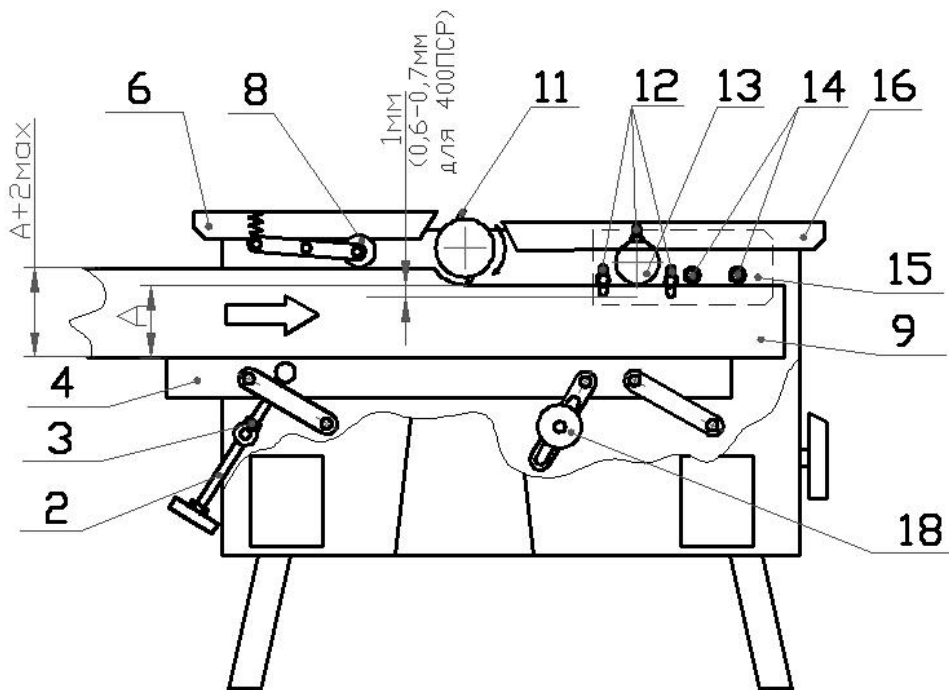

Рис. 7. Схема внутреннего рейсмусования.
Схема внутреннего рейсмусования - на рис.7
- Установите рейсмусовый стол (4) по линейке на максимальную толщину необработанного материала (размер  $A+1,0$  мм) (Рис.7).
- Не включая станка, введите обрабатываемый материал в станок, положив его фугованной поверхностью на стол (4) и протолкните его под прижимным валом (8) до упора в подающий вал (13).
- Выведите материал из станка, поднимите стол на 1 – 2 мм выше и закрепите гайки (3) и (18).
- Включите станок и, подавая материал по поверхности стола (4), проведите пробную обработку, проконтролировав после этого толщину обработки. Если необходимо подрегулируйте линейку станка по полученной величине размера «А» после обработки (см. Рис.7). В случае пробуксовки ведущего вала (13) выставить ножи (11) на 0,5 мм ниже уровня заднего стола (6).
#### 4.4. Рейсмусование внутреннее. (Рис.7)
**3.2.** Установить ремень на нужные ручки шкивов для получения необходимой скорости вращения, для чего: снять кожух ремня, разжать 4 болта (п.1 на рис.7) крепления платформы двигателя в нижней части станка, подвинуть платформу двигателя вдоль пазов, освободив ремень, установить ремень на нужные ручки шкивов (малый - 3300 1/мин., большой - 5000 1/мин.), натянуть ремень, сдвинув платформу на место, зажать болты платформы, установить кожух ремня.